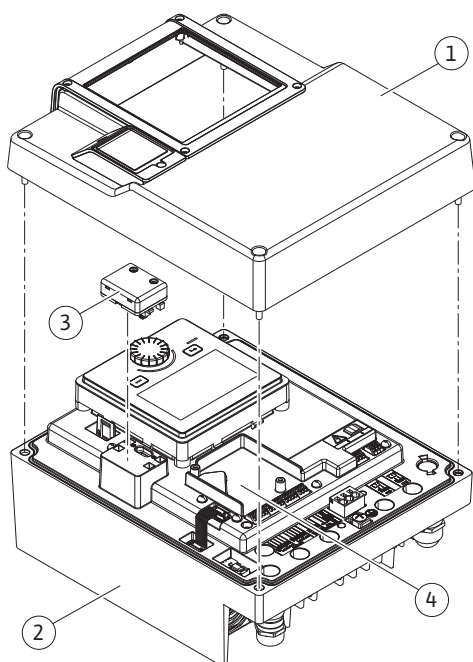
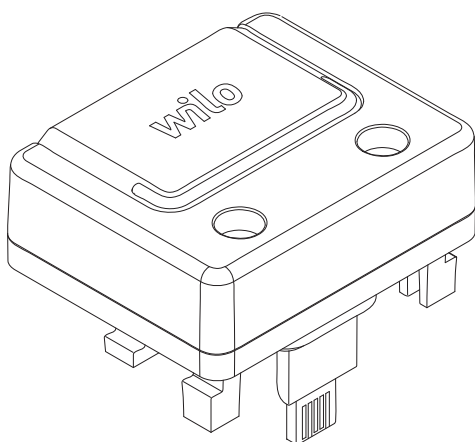

Fig. 25: Elektronikamodule
Fig. 26: Wilo-Smart Connect module BT
De Bluetooth-interface (Fig. 25, pos. 3) van de Wilo-Smart Connect module BT (Fig. 26) is bestemd voor koppeling met mobiele eindapparaten, zoals een smartphone en tablet. Met de Wilo-Smart Connect-app kan de pomp worden bediend, ingesteld en kunnen pompgegevens worden uitgelezen. Zie voor de instellingen het hoofdstuk "Inbedrijfname".
3. Plaats de Wilo-Smart Connect module BT in de daarvoor bestemde interface. Zie Fig. 25, pos. 3.
CIF-modules (toebehoren) zijn bestemd voor de communicatie tussen pompen en gebouwbeheersystemen. CIF-modules worden in de elektronicamodule geplaatst (Fig. 25, pos. 4)